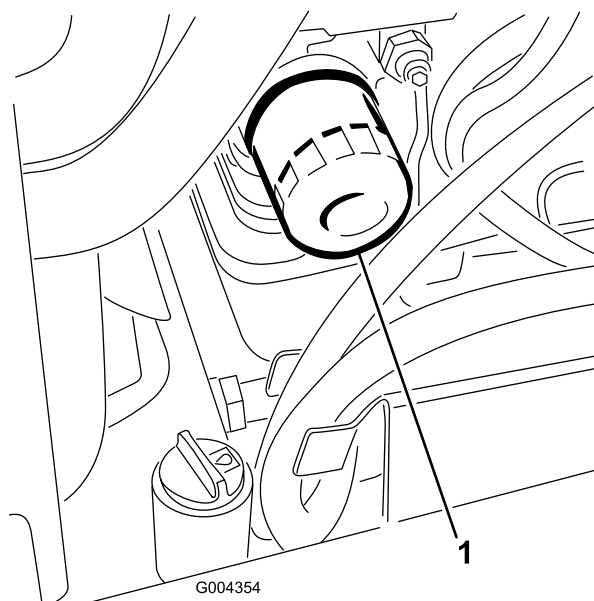

Figura 35
3. Togliere il filtro usato (Figura 35) e pulire la superficie della guarnizione dell'adattatore del filtro.